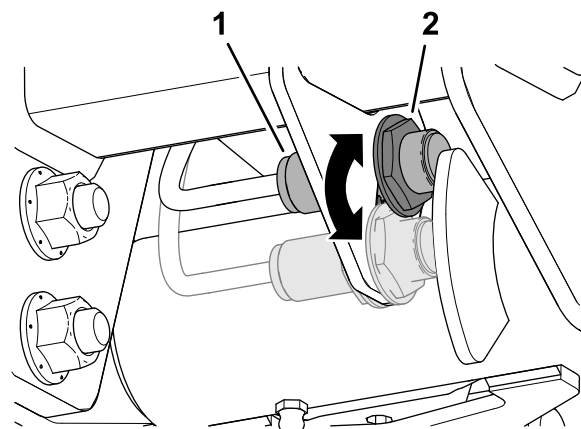

Figure 52
3. Desserrez l'écrou de blocage qui fixe le contacteur du bras de levage sur la plaque de support (Figure 52).